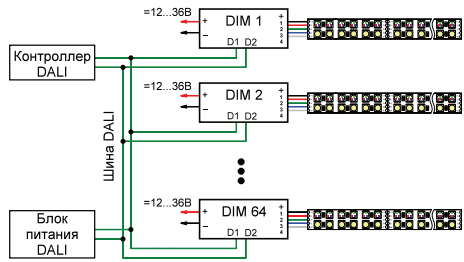

Рис.3. Использование управления PUSH DIM
3.12. При необходимости можно использовать режим управления PUSH DIM (Рис.3).